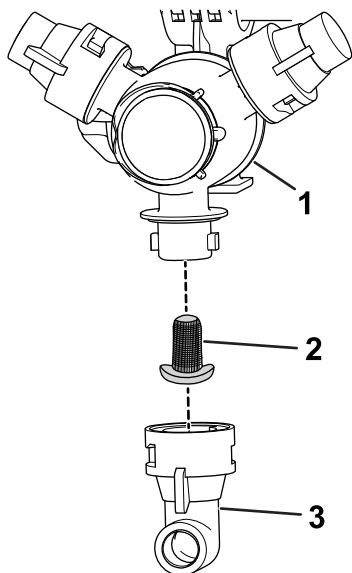

Figura 54
- Rimuovete l'ugello dalla torretta di irrorazione (Figura 54).
- Rimuovete il filtro dell'ugello (Figura 54).
- Montate il filtro dell'ugello (Figura 54).
- Montate l'ugello sulla torretta di irrorazione (Figura 54).